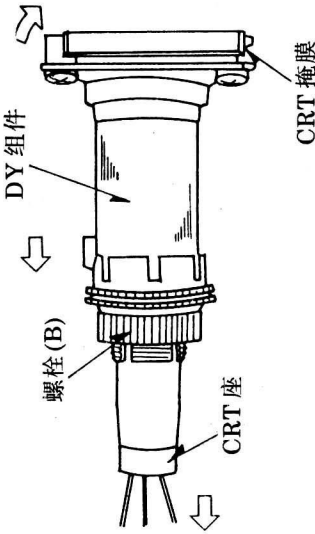

图 30
④ 旋转螺栓(B), 按图 30 所示方向, 拉出偏转组件。